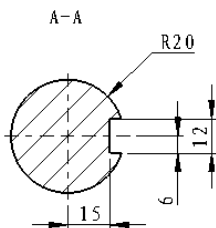

图 6.15.4 标注尺寸
(1) 选择命令。选择下拉菜单 **工具(T)** → **尺寸(S)** → **智能尺寸(S)** 命令，系统弹出“尺寸”对话框，单击 **自动标注尺寸** 选项卡，系统弹出“自动标注尺寸”对话框。
(2) 在 **要标注尺寸的实体(E)** 区域选中  **所选实体(S)** 单选按钮，单击“设计树”按钮 ，在设计树中选取  **剖面视图 A-A**，在 **水平尺寸(H)** 区域的下拉列表中选择 **基准** 选项，选中  **视图以下(W)** 单选按钮；在 **垂直尺寸(V)** 区域的下拉列表中选择 **基准** 选项，选中  **视图右侧(G)** 单选按钮；其他参数设置接受系统默认设置值。
(3) 单击“完成”按钮 ，完成自动标注尺寸的操作，如图 6.15.4 所示。